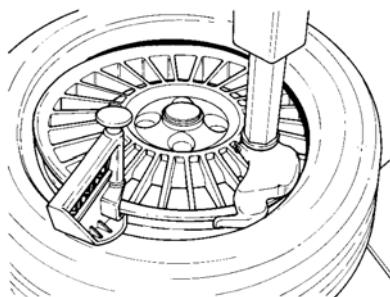

Fig. 4.2-4
C. Monte el talón superior siguiente las indicaciones en la sección B. Con ruedas de bajo perfil, la mordaza de sujeción del talón (opción EAA0247G70A Fig. 4.2-4) puede ayudar a evitar que el talón superior se siente prematuramente durante el ciclo de montaje.
Siga estas instrucciones usando la mordaza de sujeción del talón (Fig. 4.2-4).
- Coloque la mordaza del talón #EAA0247G70A para sujetar el talón del neumático en el centro de la llanta (Fig. 4.2-4).